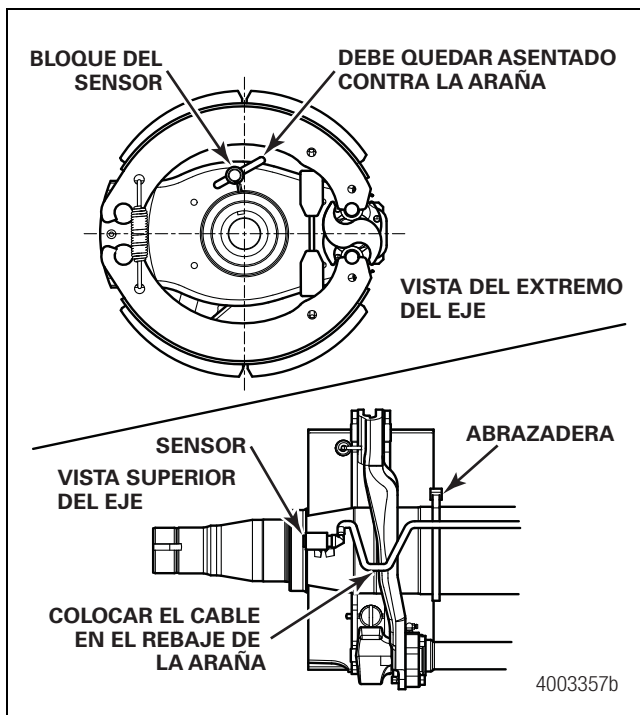

Figura 12.12
2. Encamine de la manera siguiente los cables del ABS en los ejes modelo TN y TQ equipados con frenos de levas sin orificio para ABS en la araña. Figura 12.12.